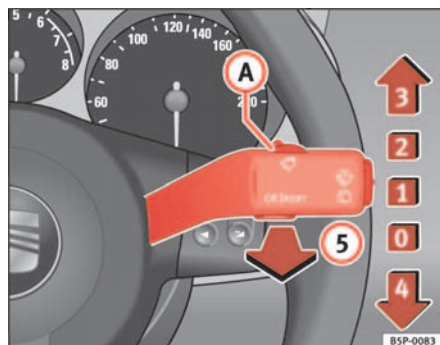

Abb. 84 Scheibenwischer- und Scheibenwascherhebel
Der Scheibenwischerhebel  $\Rightarrow$  Abb. 84 hat folgende Stellungen:
- Wenn bei eingeschalteter Wischerstufe **2** ⇒ Seite 125, Abb. 84 oder **3** das Fahrzeug anhält, wird automatisch auf die nächste Stufe heruntergeschaltet. Fährt das Fahrzeug wieder an, wird erneut auf die eingestellte Wischerstufe hochgeschaltet.